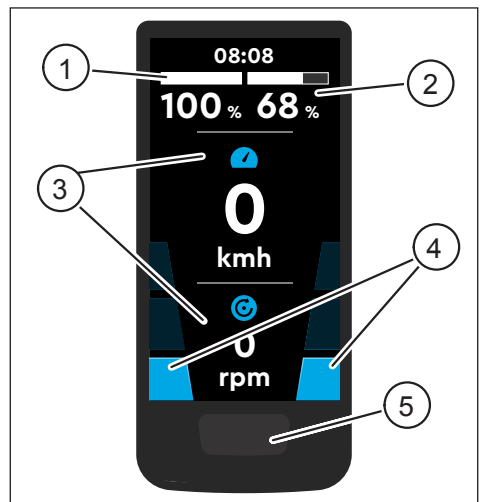
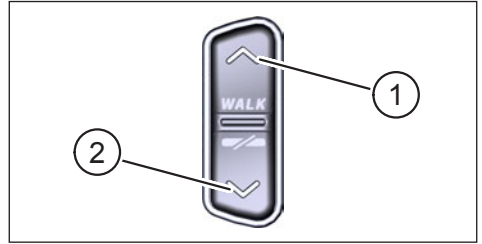

Abb. 1: Bedienung und Anzeige der Komponenten auf dem Display
Abb. 2: Bedienelemente an der Remote
Pos. in Abb. 1	Beschreibung
Pos. in Abb. 2	Beschreibung
- ▶ Halten Sie die Bedientaste auf dem Display (Pos. 5 in Abb. 1) und die DOWN-Taste auf der Remote (Pos. 2 in Abb. 2) mindestens 5 Sekunden lang gedrückt.
- ▶ Mit einem **Doppelklick** auf die Bedientaste auf dem Display (Pos. 5 in Abb. 1) wechseln Sie zur nächsten Bildschirmansicht.